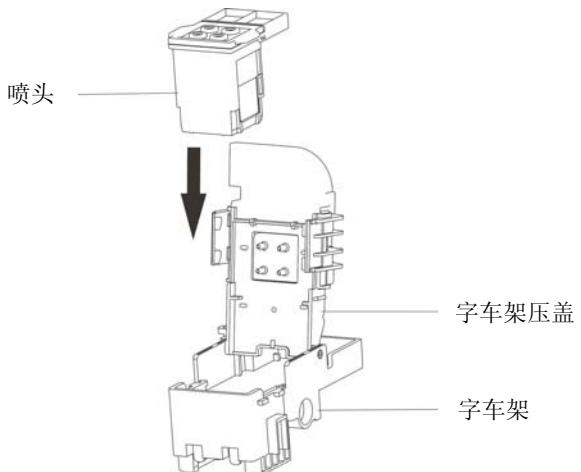

图 A-7 安装喷墨头
⑤ 将喷头垂直安装在字车架上并按压到位（如图 A-7 所示）。